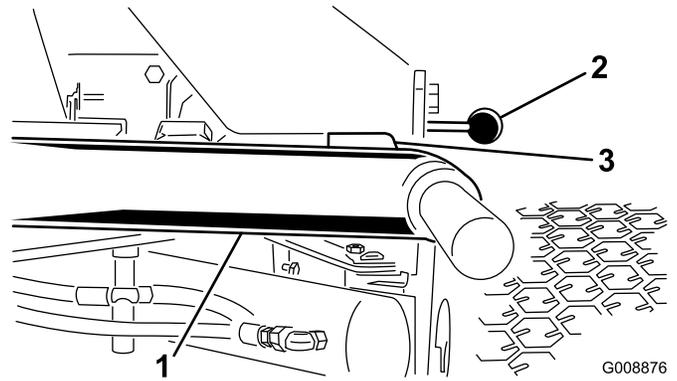

Figure 25
- Mettez le moteur en marche, élevez les bras de relevage et vérifiez qu'un espace de 5 à 8 mm sépare chaque bras de relevage du support de la plaque de plancher (Figure 25).